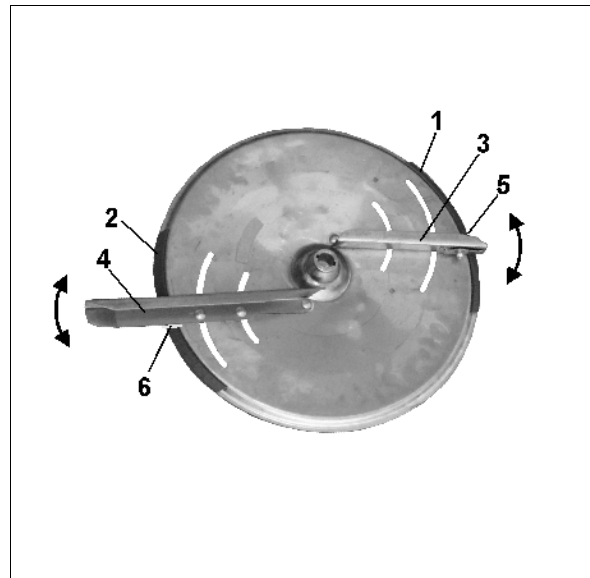

Fig. 33
Zur exakten, werkzeuglosen Einstellung der einzelnen Streuschaufelstellungen sind auf jeder Streuscheibe zwei unterschiedliche, unverwechselbare Skalen (Fig. 33/1 und Fig. 33/2) angeordnet.
Der kürzeren Streuschaufel (Fig. 33/3) ist die Skala (Fig. 33/1) mit den Werten von 5 bis 28 und der längeren Streuschaufel (Fig. 33/4) die Skala (Fig. 33/2) mit den Werten von 35 bis 55 zugeordnet.
Das Verschwenken der Streuschaufeln auf einen höheren Zahlenwert der Skala (Fig. 33/1 bzw. Fig. 33/2) bewirkt eine Vergrößerung der Arbeitsbreite.
- Den Skalenwert für die Schaufelstellung der **kurzen** Streuschaufel auf der Skala (Fig. 33/1) aufsuchen.
- Ablesekante (Fig. 33/5) der **kurzen** Schaufel (Fig. 33/3) auf den Skalenwert schwenken und **die Flügelmutter wieder fest anziehen**.
- Den Skalenwert für die Schaufelstellung der **langen** Streuschaufel auf der Skala (Fig. 33/2) aufsuchen.
- Ablesekante (Fig. 33/6) der **langen** Schaufel (Fig. 33/4) auf den Skalenwert schwenken und die Flügelmutter wieder fest anziehen.